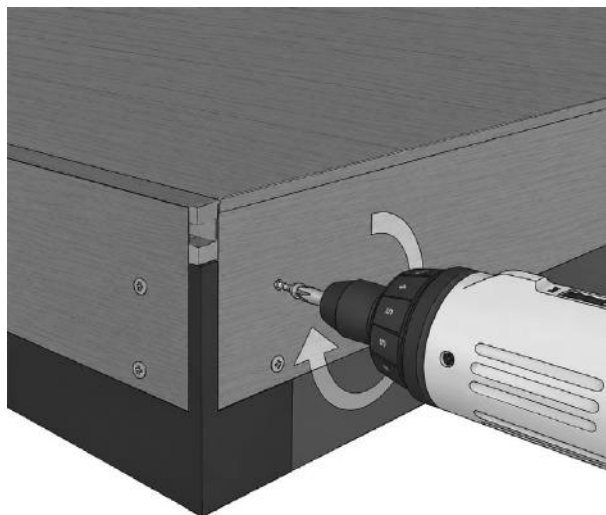

FIG. 23 – BANDEAU FIXÉ POUR MASQUER LE CHANT RAINURÉ DE LA LAME
- 01 Alignez le bord supérieur du bandeau avec le dessus de la terrasse pour masquer le chant rainuré de la lame (fig. 23).